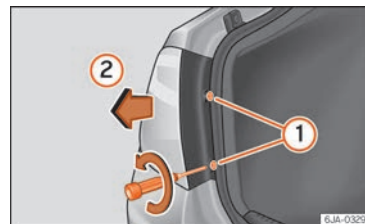

Fig. 98 Desmontar la unidad de luz trasera en la aleta.
» fig. 98 ①, teniendo cuidado de no extraviarlos.
- Tire de la unidad de luz trasera hacia atrás (» fig. 98 ②) hasta extraer el piloto de su alojamiento.